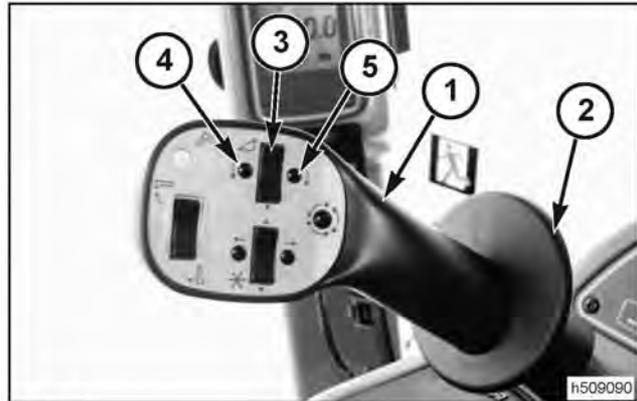

FIG. 52
FIG. 52: Palanca de control. Seleccione la marcha de avance y mueva de manera progresiva la palanca de control (1) hacia delante para iniciar y aumentar la velocidad de desplazamiento de la cosechadora. Mover la palanca hacia atrás a la posición neutra permitirá disminuir la velocidad. Para detener la marcha de avance, colocar la palanca en posición Neutro. Para desplazar la cosechadora hacia atrás, tirar de la palanca de control hacia la zona de retroceso. Para detener el retroceso, regresar la palanca a Neutro.